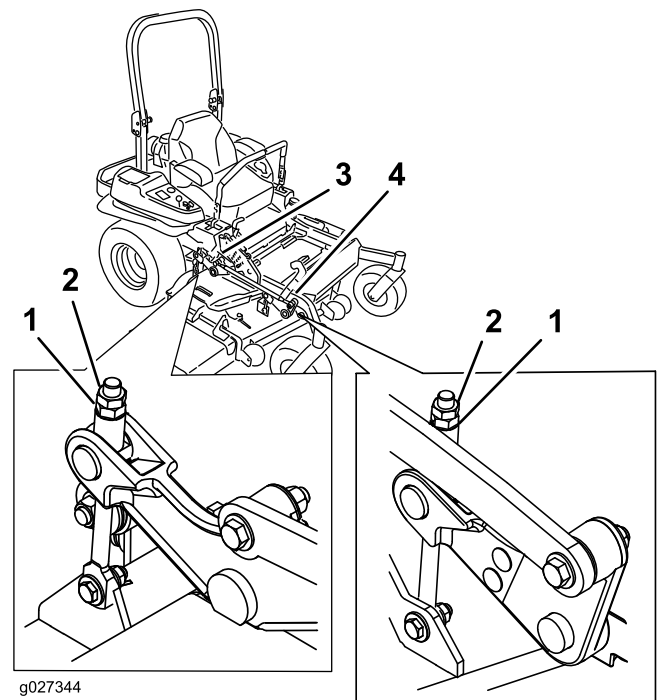

Figure 91
10. Pour les tabliers de coupe montrés à la Figure 91, ajustez précisément le serrage de l'écrou de réglage sur l'ensemble de relevage du tablier avant.